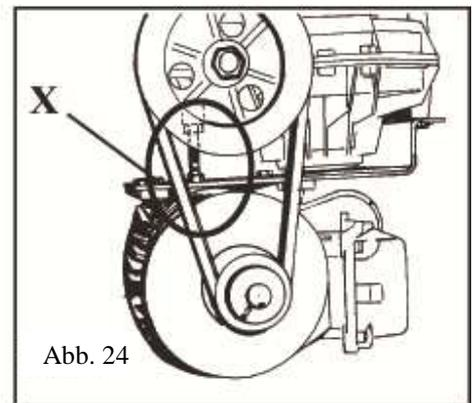

Abb. 24
- Den Antriebsriemen über die entsprechende Einstellschraube X auf der Motorhalterung entfernen (Abb. 24).